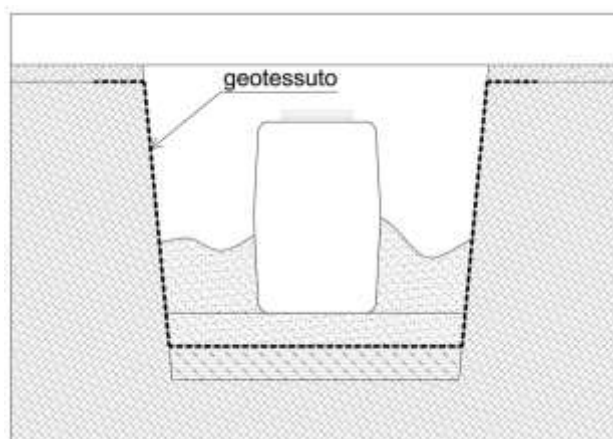

Figura 4-10 TELO GEOTESSILE PER ISOLAMENTO IN SCAVO BAGNATO
- Posizionare il telo in geotessuto all'interno dello scavo, avendo cura di fissarlo ai bordi (Figura 4-10);